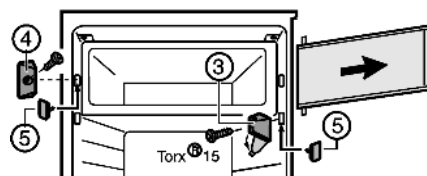

Fig. 3
▶ Зніміть кришку на опорному кронштейні Fig. 3 (3).
▶ Відкрутіть опорний кронштейн Fig. 3 (3) з дверцятами камери.
▶ Відкрутіть замок Fig. 3 (4).
- ▶ Закрийте отвори, які звільнилися, пробками Fig. 3 (5), що входять у комплект.